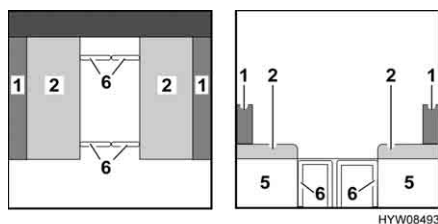

Fig. 46 Durante la trasformazione
- Sollevare leggermente i due cuscini del divano (Fig. 46,2) e tirarli verso il centro sopra le staffe di supporto. Durante questa operazione, verificare che le staffe di supporto si innestino nei fissaggi sul lato inferiore del cuscino.